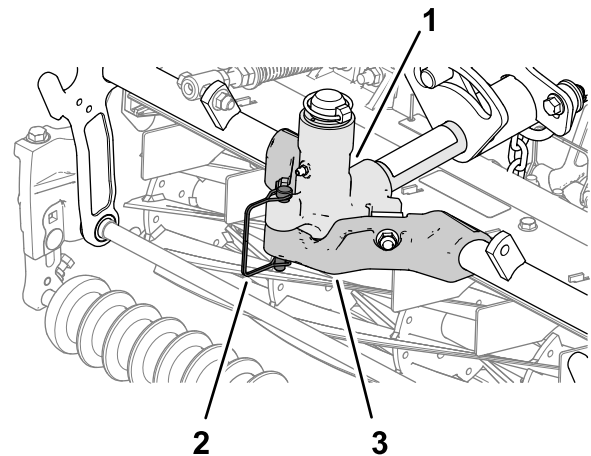

Bild 43
1. Arretieren Sie den Tragrahmen des Mähwerks mit dem Einraststift am Gelenkjoch, wie in Bild 43 dargestellt.